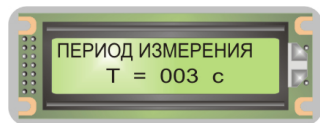

Рис. 1.3. Вид ЖКИ БУК при вводе периода измерения.
1.6. Нажать кнопку «2», затем «ВВОД» (вид ЖКИ БУК при этом показан на рис. 1.3), установить период измерения 10 секунд.